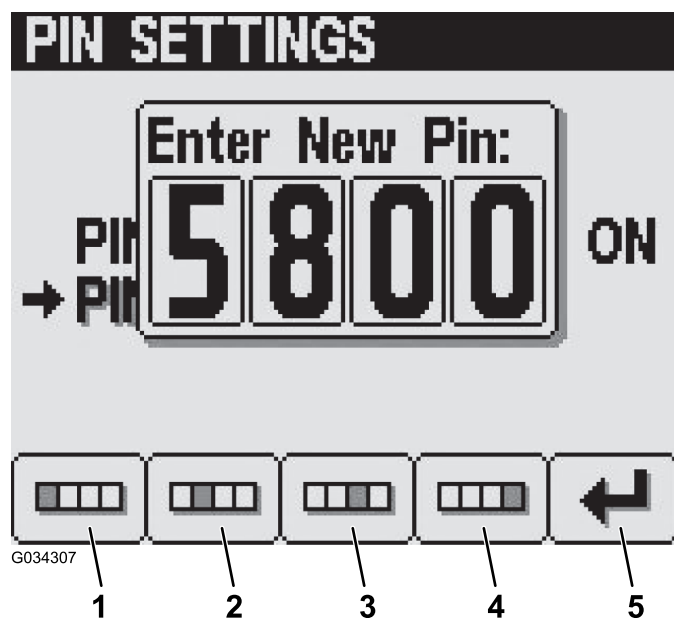

Рисунок 19
5. Введите новый PIN-код при помощи кнопок с 1 по 4 и по окончании ввода нажмите кнопку 5 (Рисунок 19).